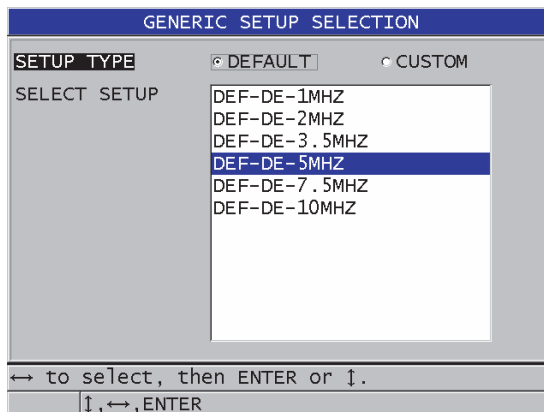

Figura 12-1 Pantalla SELECCIÓN DE CONFIG. GENÉR. (GENERIC SETUP SELECTION)
2. En la pantalla **SELECCIÓN DE CONFIG. GENÉR.** (GENERIC SETUP SELECTION) [ver Figura 12-1 en la página 245]: